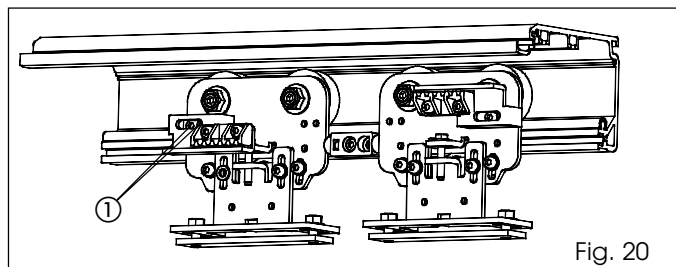

Fig. 20
•Svitare le due viti come indicato in fig. 20 rif. ① (senza disaccoppiare la cinghia dal suo supporto) e procedere alla regolazione dell' anta.